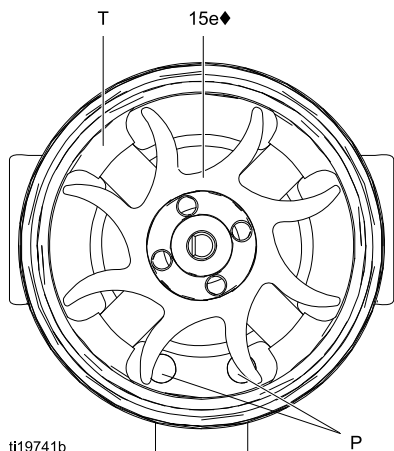
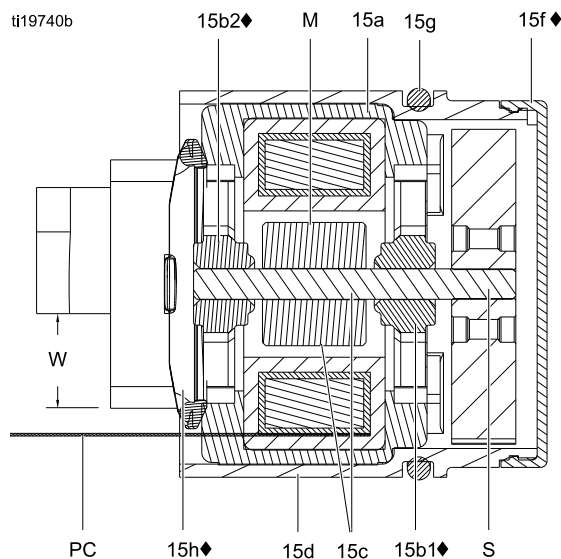

Figure 34 Ориентация вентилятора
Figure 35 Поперечный разрез генератора переменного тока
7. На рабочем месте установите блок катушки (15a) таким образом, чтобы сторона вентилятора была направлена вверх. С помощью отвертки с широким лезвием подденьте и снимите вентилятор (15e) с вала (S).
10. Установите новый нижний подшипник (15b1◆) на длинный торец вала (S). Более плоская сторона подшипника должна быть направлена в сторону от магнита (M). Установите катушку (15a) таким образом, чтобы пластины шарикоподшипника находились на одном уровне с поверхностью катушки.
12. На рабочем месте установите блок катушки (15a) таким образом, чтобы сторона вентилятора была направлена вверх. Насадите вентилятор (15e♦) на длинный торец вала (S). Направление лопастей вентилятора должно соответствовать рисунку.
13. Осторожно установите блок катушки (15a) на передней части корпуса (15d♦) и одновременно с этим выровняйте положение штифта катушки по отношению к пазу в корпусе. Трехпроводной разъем (PC) должен располагаться ниже более широкой насечки (W) планок крепления в корпусе, как показано на рис. 35. Убедитесь в том, что установочные штифты катушки (P) расположены согласно рис. 34.
14. Поверните вентилятор (15e) таким образом, чтобы его лопасти не закрывали четыре планки крепления шарикоподшипника (T) с задней стороны корпуса. Убедитесь в том, что пластины нижнего подшипника (15b1♦) находятся на одном уровне с планками крепления.